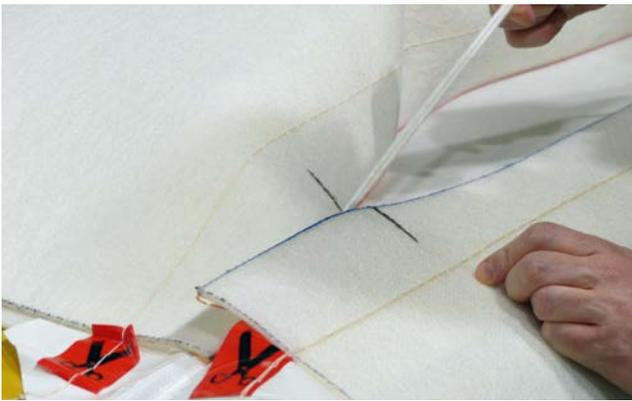

Fig. 3
**Maintenant, vous pouvez fermer la fermeture éclair,** si possible pas sous tension. (Fig. 3)